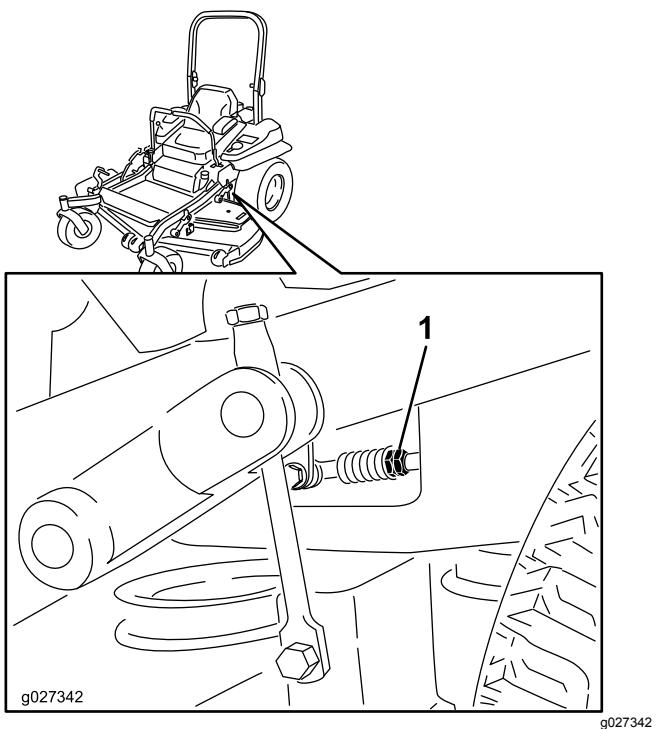

Figure 78
- Réglez la longueur des tiges de pompes en tournant les doubles écrous dans le sens voulu jusqu'à ce que les roues tournent légèrement en marche arrière (Figure 78).